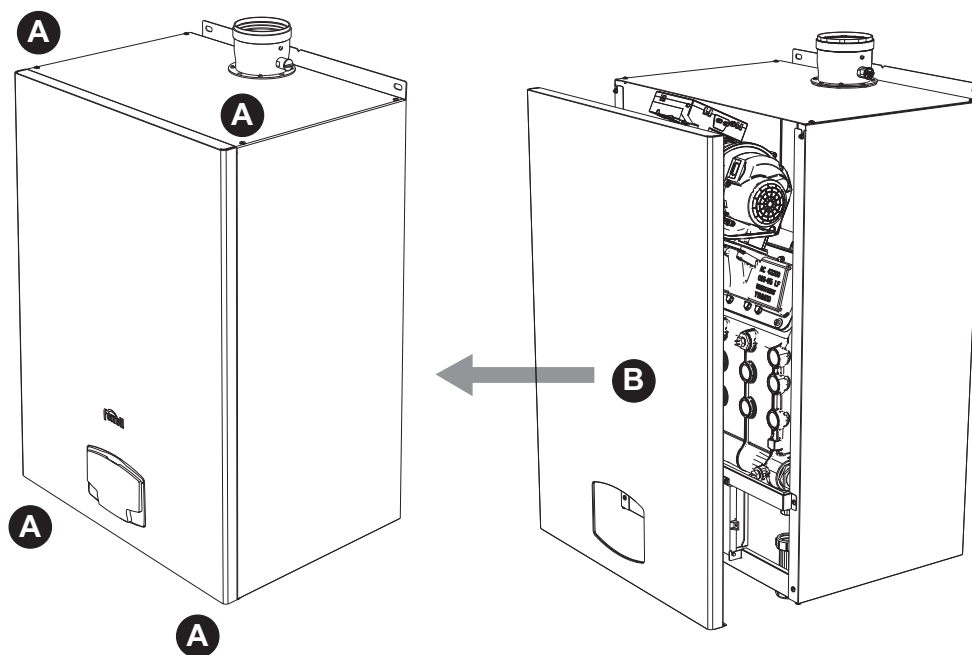

fig. 60 - Apertura pannello frontale
1. Svitare le viti **A** (vedi fig. 60).